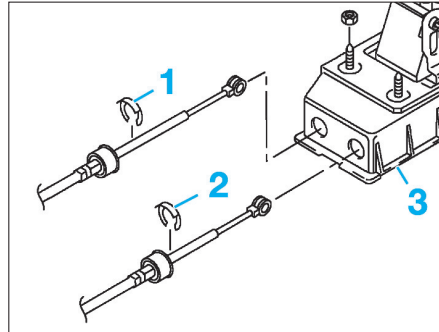

FIG. 29
- le segment d'arrêt désiré (1) ou (2) du boîtier (3) (Fig.29).